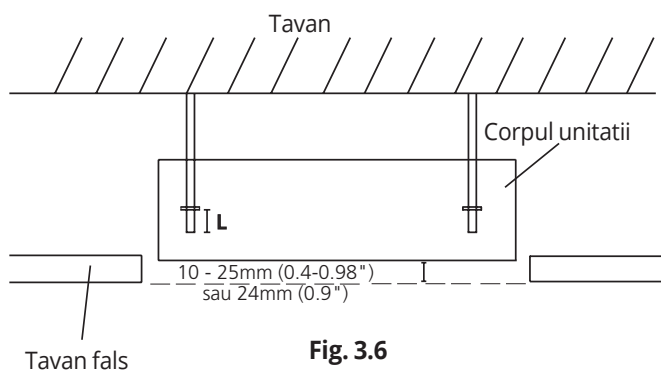

Fig. 3.6
**NOTA:** Partea inferioara a unitatii va fi mai inalta cu 10 - 25mm (0.4-0.98") pentru 24k-60k modelele sau 24mm (0.9") pentru 12k-18k modelele fata de tavanul fals. In general, L (Fig 3.6), va fi jumatarea lungimii carligelor de sustinere sau suficient de lunga pentru a preveni desfacerea/caderea piulitelor.